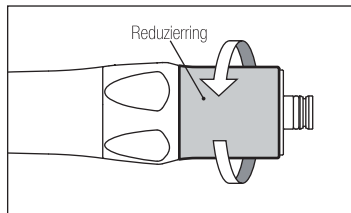

Abb. 10
- 1) Lösen und entfernen Sie den Reduziererring hinten am Handstück. (Abb.10)